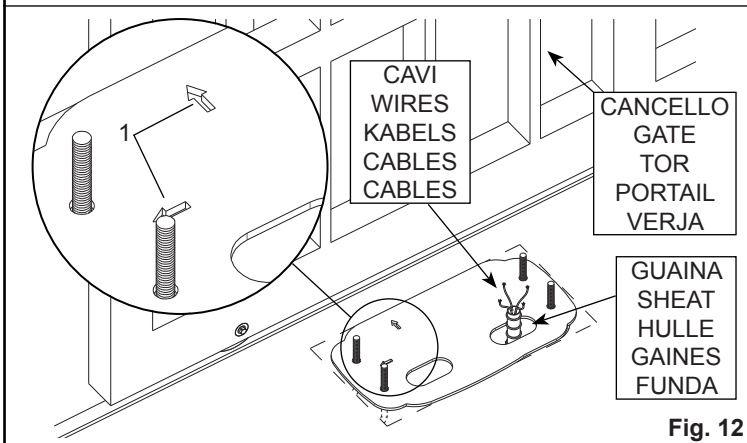

Fig. 12
**ANMERKUNG:** Die Position der Gegenplatte ist korrekt, wenn einer der beiden Pfeile auf ihr zum Tor hin und der andere nach links gerichtet ist (1, Abb. 12).